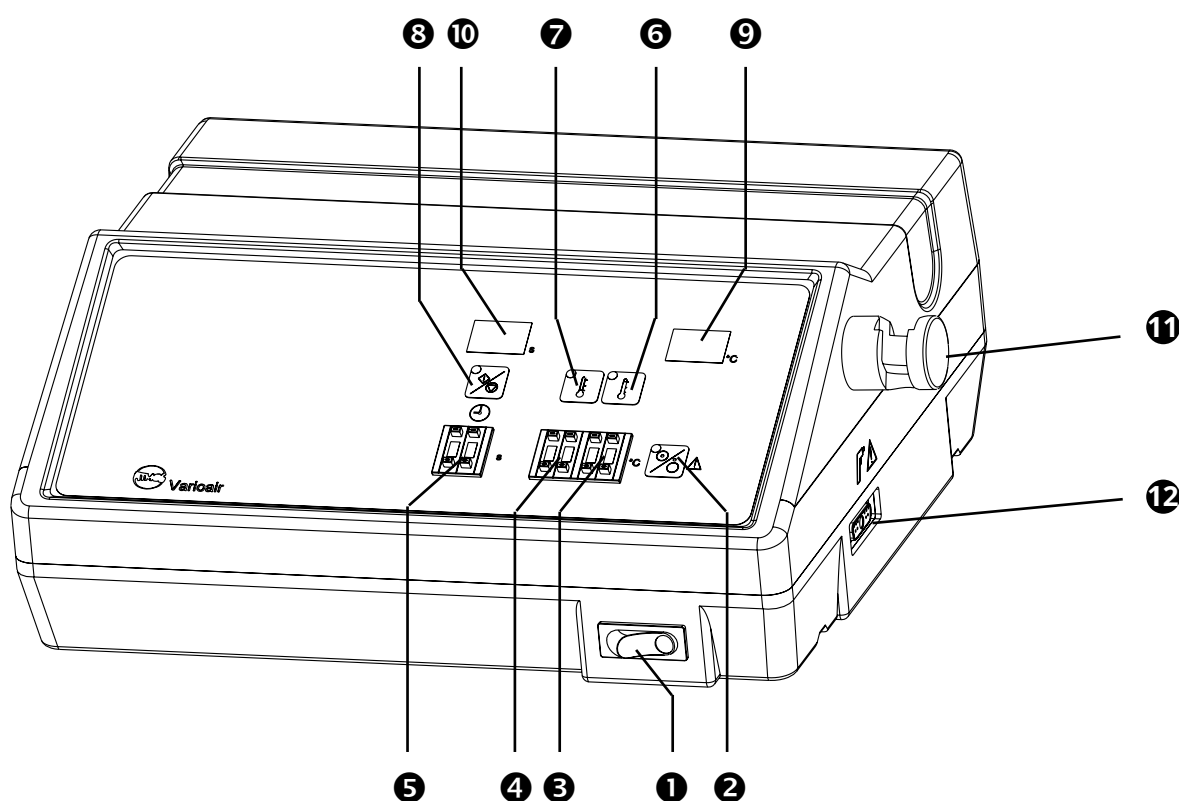

Fig. 1. Vista frontal
- Encienda el equipo (❶, fig. 1).
- Ajuste de la temperatura mediante interruptor codificador (③, ④, fig. 1).
- Para seleccionar el nivel de temperatura deseado pulse la tecla correspondiente (⑥, ⑦, fig. 1).
- Para desconectar la calefacción pulse la tecla (⑥, ⑦, fig. 1) de la fase de temperatura activada en este momento.
- Mediante interruptor codificador (⑤, fig. 1).
- Pulsando una de las teclas de selección de una fase de temperatura (⑥, ⑦, fig. 1) o la tecla Calefacción/Flujo de aire CON/DESC (②, fig. 1) en modo standby.
- Cuando se pulsa la tecla Calefacción/Flujo de aire CON/DESC (②, fig. 1) el aparato pasa a modo standby.
- Elija primero el tipo de estimulación deseado pulsando la tecla de estimulación en caliente o de estimulación en frío (❶, ❷, fig. 1) (preajuste de la temperatura, ver 4.1)
- Después de soltar la tecla se produce la estimulación térmica durante el tiempo ajustado por el usuario (❸, fig. 1).